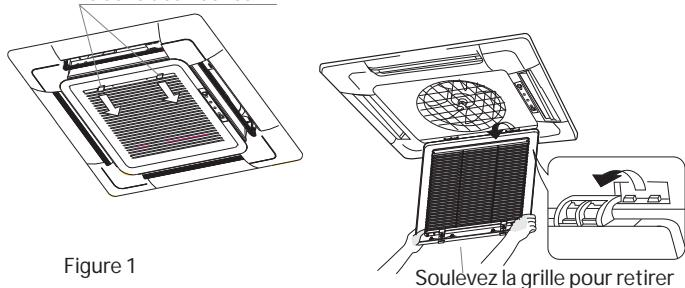

Figure 1
- Appuyez sur les deux boutons sur la grille et faites-la glisser vers le bas, dans le sens des flèches, comme illustré à la Fig. 1